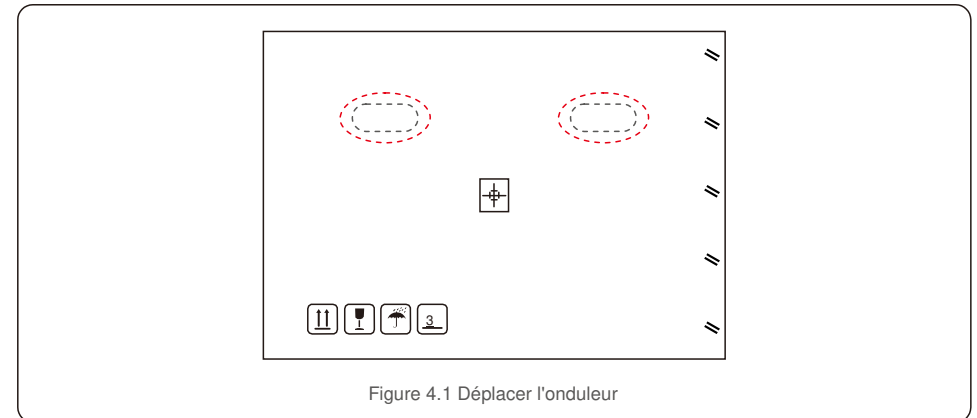

Figure 4.1 Déplacer l'onduleur
1. Les cercles rouges ci-dessous indiquent les découpes sur l'emballage du produit. Enfoncez les découpes pour former des poignées permettant de déplacer l'onduleur (voir la figure 4.1).